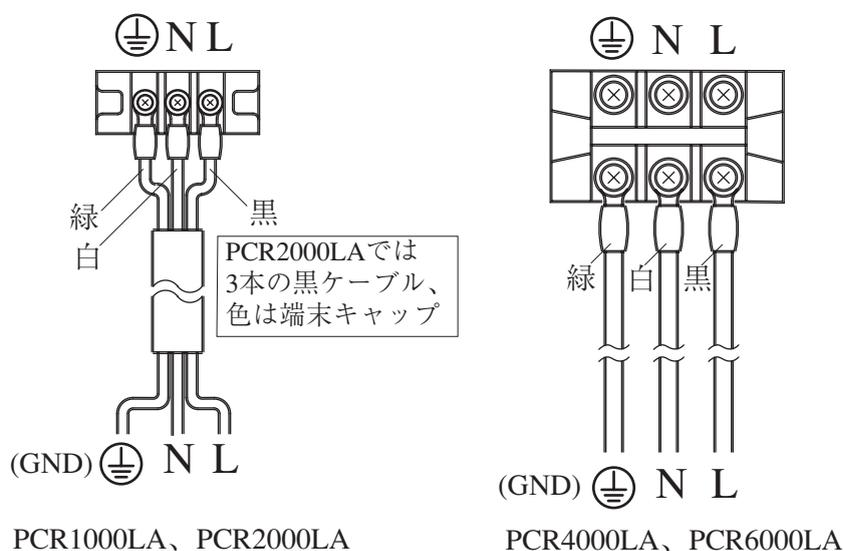

図 2-7 INPUT 端子盤の接続
付属のケーブル（入力電源ケーブルとして付属）を使用して、本機の INPUT 端子盤の GND を専用の接地端子（アース）へ接続してください（図 2-7）。
1. ターミナルボックスのカバーを外し、図 2-7 のように INPUT 端子盤に付属の電源ケーブルを接続します。
端末処理においては、接続する配電盤の端子ねじに適合した圧着端子などを取り付け、確実に接続してください（図 2-7）。